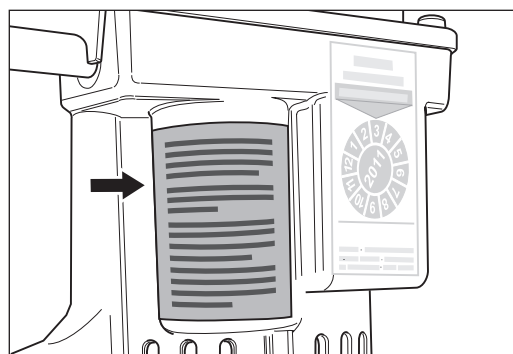

Bild 15 Observera varningshänvisningen på motorhuset!
- Observera varningshänvisningen på motorhuset (bild 15)!